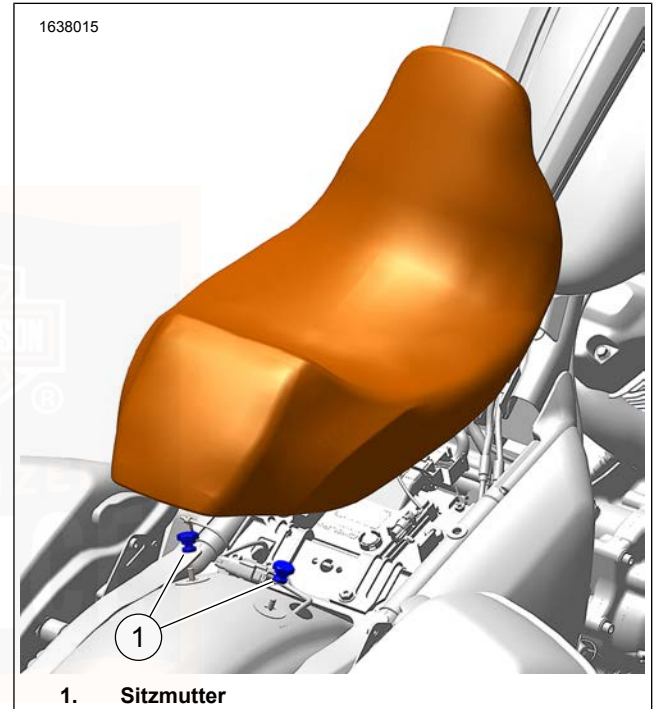
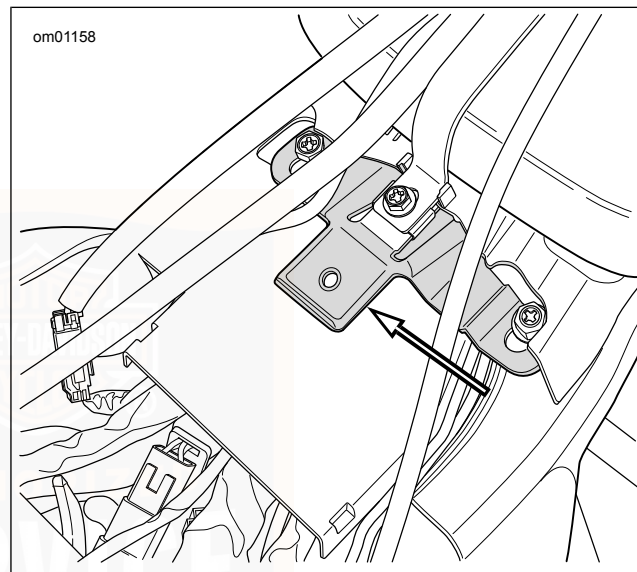
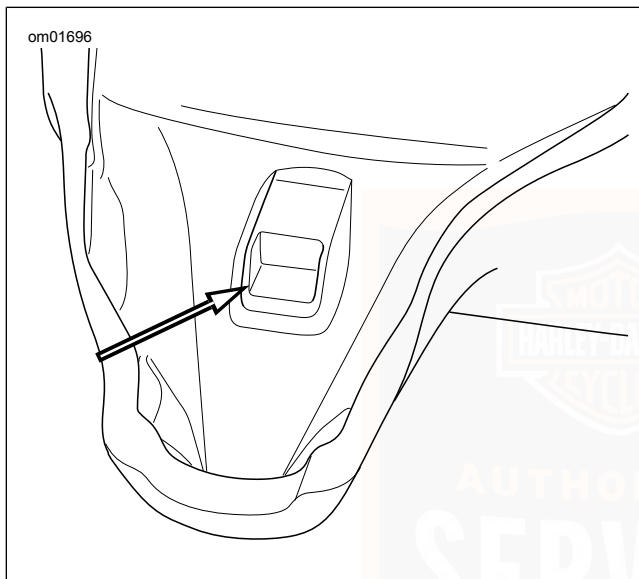

Abbildung 101. Solositz: Versteckte Sitzmuttern
Abbildung 103. Sitzzunge
Abbildung 104. Sitzbefestigungsschlitz
1. Siehe Abbildung 101 . Den Sitz ausbauen.
- b. Die Befestigungsmuttern (1) ausbauen.
- c. Siehe Abbildung 103 und Abbildung 104. Den Sitz hinten anheben. Den Sitz nach hinten ziehen, um die Zunge aus dem Schlitz des Sitzes zu lösen.
5. Siehe Abbildung 103 und Abbildung 104. Den Sitz hinten anheben. Den Sitz nach hinten ziehen, um die Zunge aus dem Schlitz des Sitzes zu lösen.
1. Siehe Abbildung 101 . Den Sitz einbauen.
- a. Siehe Abbildung 103 und Abbildung 104. Den Schlitz des Sitzes an der Zunge hinter dem Tank ausrichten. Den Sitz nach vorn drücken, bis der Sitz einrastet.
- b. Die Befestigungsmuttern (1) einbauen. Festziehen.
1. Siehe Abbildung 103 und Abbildung 104. Den Schlitz des Sitzes an der Zunge hinter dem Tank ausrichten. Den Sitz nach vorn drücken, bis der Sitz einrastet.